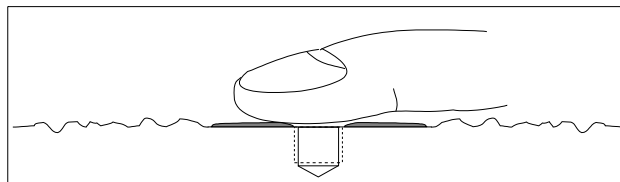

Рис. 2-3: Смазка монтажной поверхности
2. Перед установкой датчика протрите насухо установочную поверхность и покройте ее тонким слоем смазки, масла или похожей по свойствам жидкости, как показано на рис. 2-3. Добавление слоя смазки увеличивает передачу вибраций посредством заполнения небольших пустот на монтажной поверхности и тем самым увеличивает прочность соединений. Для полустационарных установок используется эпоксидный клей или другой тип связывающего материала.